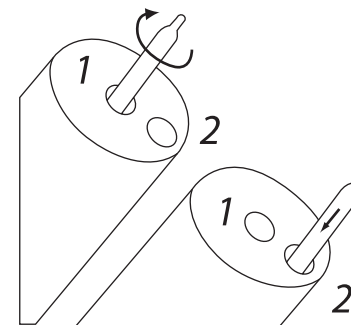

Рис. 3
1) Вставьте индикаторную трубку в отверстие 1 приспособления (рис. 3) и поверните один или два раза — стекло будет надрезано.